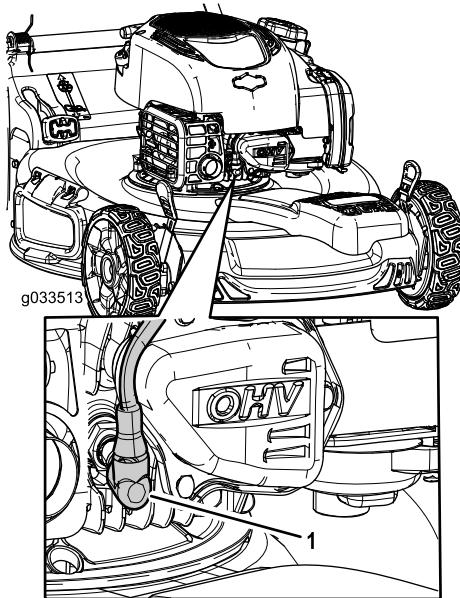

Figura 25
- Desligue o fio da vela da ignição da vela da ignição (Figura 25).